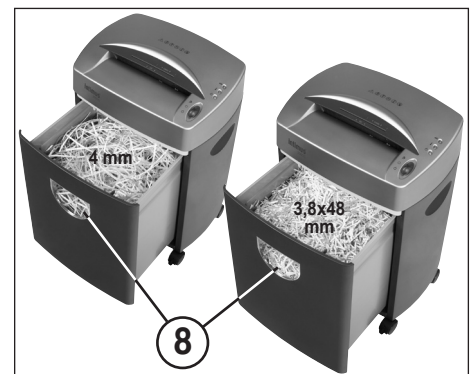

Abb. 3
**ENTLEEREN DES AUFFANGBEHÄLTERS (Abb. 3):**
- Wird das Schnittgut im Kontrollfenster zur Füllstandsanzeige (8) (Abb. 3) sichtbar muß der Auffangbehälter entleert werden.